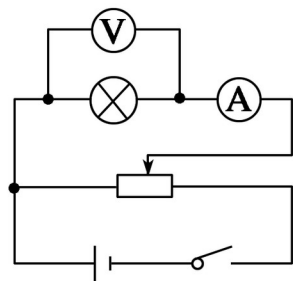

图 3
(1) 实验原理
①恒定电阻的伏安特性曲线是直线，而小灯泡灯丝的电阻随温度的升高而增大，故其伏安特性曲线为曲线。
②用电流表测出流过小灯泡的电流，用电压表测出小灯泡两端的电压，测出多组 (U 、 I) 值后，在 $U - I$ 坐标系中描出对应点，用一条平滑的曲线将这些点连接起来。就得到小灯泡的伏安特性曲线。
(2) 电路设计 (如图 3 所示).